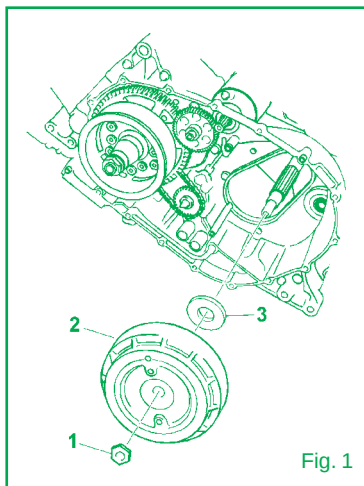

Fig. 1
6. Rimuovere il dado del gruppo frizione (**Coppia serraggio: 65 Nm**) (1).
7. Rimuovere il gruppo frizione (2) facendo attenzione alla rondella (3) (Fig.1).